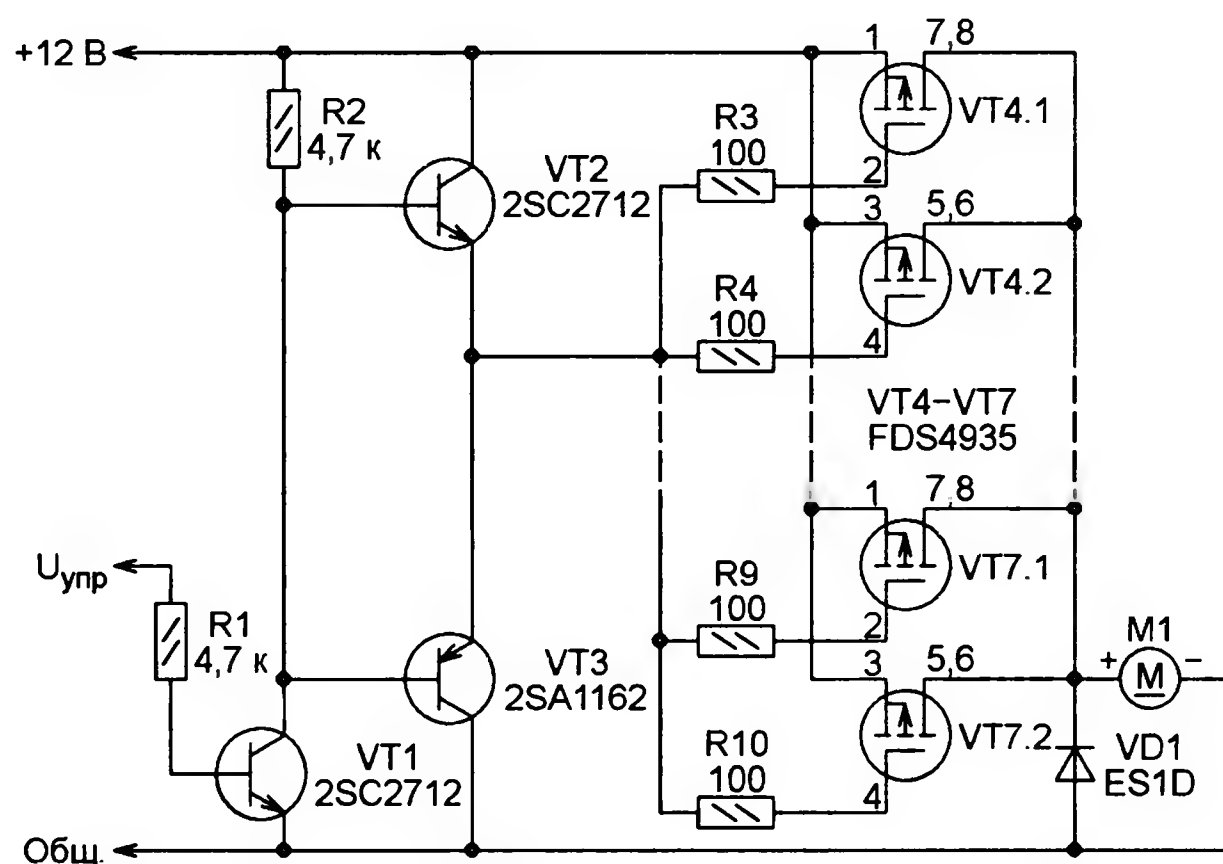

Рис. 7
**Снижение мощности, рассеиваемой на коммутаторе постоянного напряжения (рис. 7 <[http://iizukakuromaguro.web.fc2.com/139\\_autocutAMP2/kairozu01.PNG](http://iizukakuromaguro.web.fc2.com/139_autocutAMP2/kairozu01.PNG)>).** Напряжение 12 В подаётся на электродвигатель M1 через восемь соединённых параллельно полевых транзисторов, попарно находящихся в сборках VT4—VT7. Параллельное включение снижает в восемь раз их суммарное